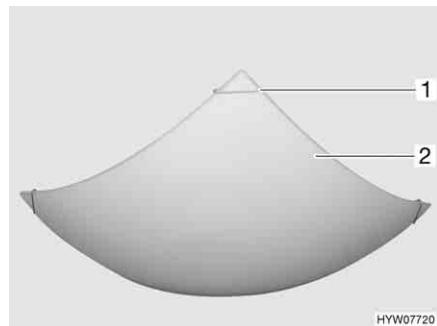

Fig. 187 Lampada a soffitto (quadrata)
- Tirare verso l'esterno due delle quattro griffe di supporto (Fig. 187,1) poste sulla lampada a soffitto contro la resistenza delle molle e spingerle verso l'alto sopra la copertura della lampada (Fig. 187,2).